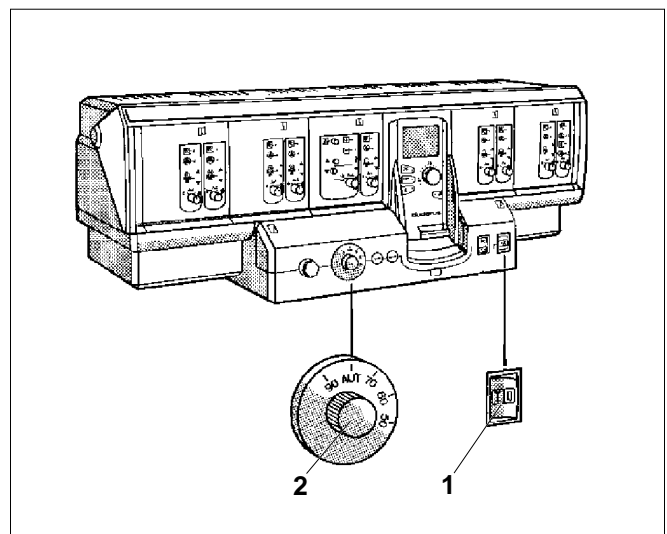

Fig. 1 Sistema di regolazione Logamatic 4000
- 1 Portare l'interruttore di funzionamento (Fig. 1, **Pos. 1**) in posizione "I" (ON).
- 1 Portare il regolatore di temperatura dell'acqua di caldaia (Fig. 1, **Pos. 2**) in posizione "AUT".
Legenda Fig. 1
- 1 Portare l'interruttore di esercizio (Fig. 1, **Pos. 1**) in posizione "0" (OFF).
- 1 Dopo circa 3 secondi, portare l'interruttore di esercizio (Fig. 1, **Pos. 1**) in posizione "1" (ON).